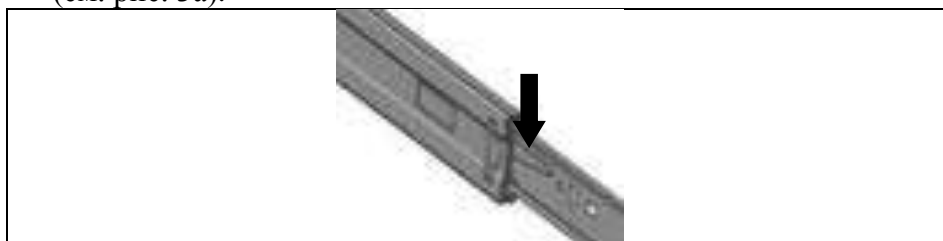

Рис. 3
4.1.3. Разъединить направляющую шариковую нажав на пластиковую защёлку (см. рис. 3), часть направляющей прикрутить при помощи саморезов с потайной головкой 3,5x16 или евровинтов ЕС4,0x13 (поз.8, пакет №34а) к боковине левой (поз. 4), совместив предпоследнее отверстие на направляющей с зенковкой на боковине (см. рис. 3а).
Рис. 3а
4.1.5. Разъединить направляющую шариковую нажав на пластиковую защёлку (см. рис. 3), часть направляющей прикрутить при помощи саморезов с потайголовой 3,5х16 мм или евровинтов ЕС4,0х13 (поз.8, пакет №34а) к боковине правой (поз. 5) совместив предпоследнее отверстие на направляющей с зенковкой на боковине (см. рис. 5).